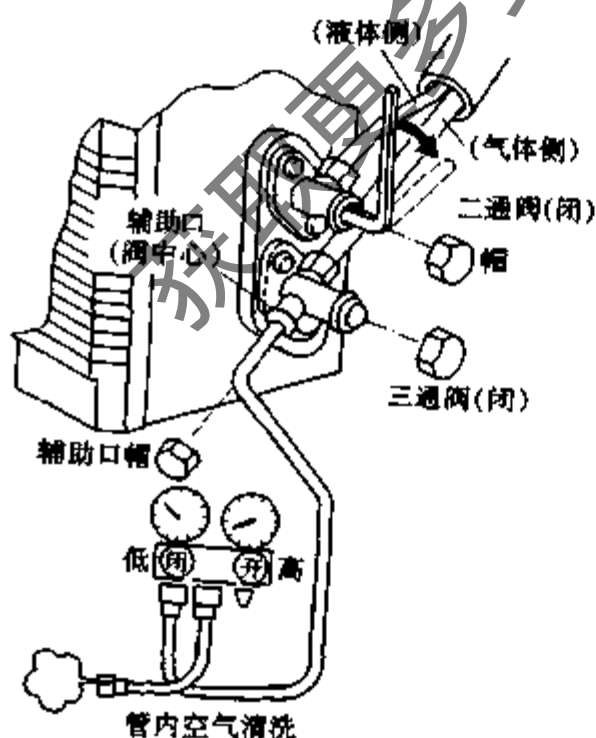
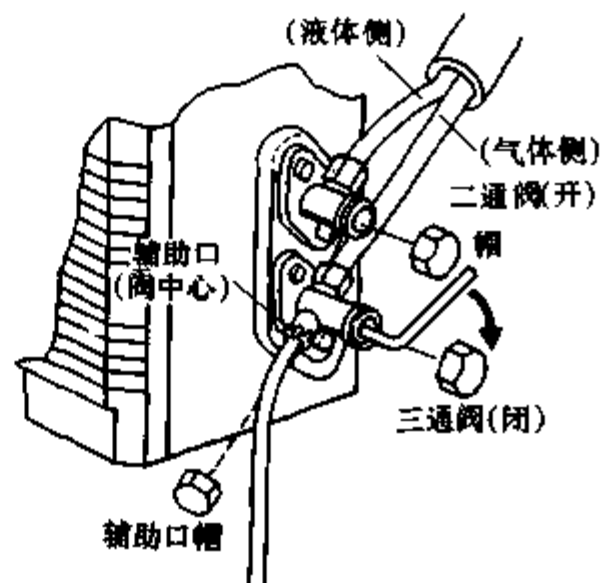

图 7-80 管内空气清洗
图 7-81 操作顺序
- (1) 使空调器进行 10~15min 的冷气运转。
- (2) 运转停止后,取下三通阀的辅助口帽,将充气装置接至辅助口(采用三通阀的机种时,应接至气体侧的三通阀)。
- (3) 将充气装置左侧的阀稍微打开,对软管内空气进行清洗之后,将阀关闭(见图 7-80)。
- (4) 将六角扳手插入二通阀,按顺时针方向将阀关闭(见图 7-80)。(采用三通阀的机种时,应关闭液体侧的三通阀)
- (5) 使空调器进行冷气运转,当压力表的指示为 0.1MPa 时停机。
- (6) 将三通阀(气体侧)的阀杆快速地按顺时针方向转至停止关闭(见图 7-81)。
- (7) 取下充气装置,装上二通阀、三通阀及辅助口的帽。
- (8) 至此抽气完毕,可取下配管。